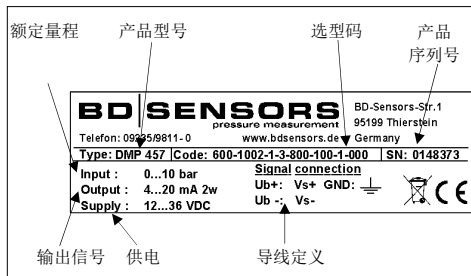

图1 铭牌
- 针对氧气环境应用, 请确认订购的产品以及收到的产品是适合有氧应用的特殊型号。您可以通过检查产品上的铭牌进行确认 (参见图 1)。如果您订购的型号的选型码以 007 结尾, 该产品则适合氧气应用。